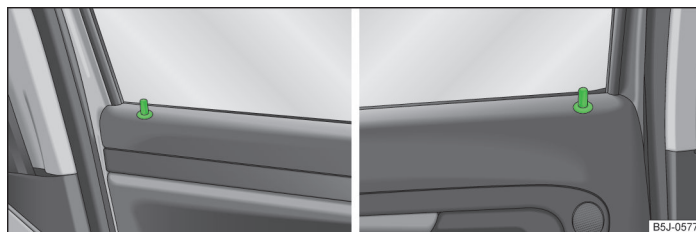

Fig. 12 Sicura nella porta anteriore/porta posteriore
In caso di sbloccaggio o bloccaggio della porta, la sicura corrispondente » fig. 12 si alzerà o si abbasserà.
- Spingere all'interno la sicura » fig. 12.